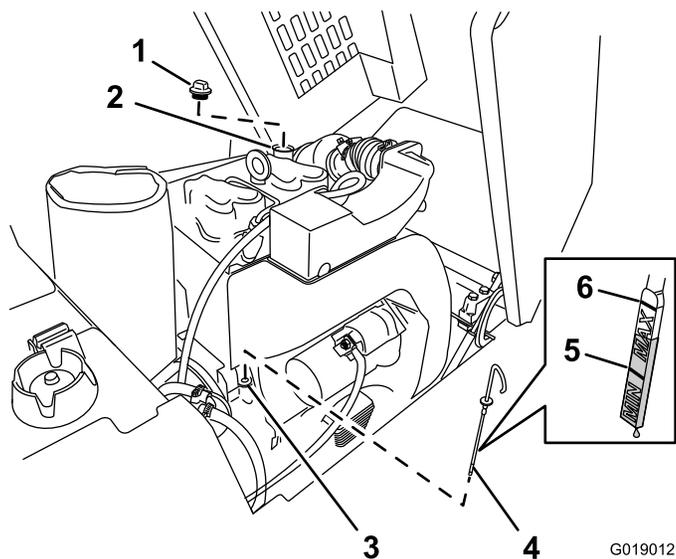

Figura 27
4. Limpie alrededor de la varilla de aceite y del alojamiento de la varilla (Figura 27).
8. Si el nivel de aceite está por debajo del nivel mínimo de la varilla (Figura 27), siga estos pasos:
- A. Limpie la zona alrededor del tapón de llenado de aceite y retire el tapón (Figura 27).
- B. Vierta lentamente suficiente aceite por el tubo de llenado de aceite hasta que el nivel de aceite esté entre los niveles Mínimo y Máximo de la varilla (Figura 27).
- C. Coloque el tapón de llenado de aceite (Figura 27).